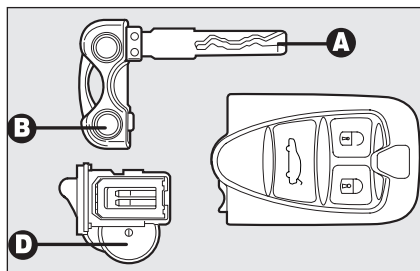

fig. 8
Pour remplacer la pile **fig. 8** procéder comme suit:
- ☐ défilier la pile **D-fig. 8** du petit tiroir en mémorisant la position des polarités (dans la position représentée, le pôle positif doit être tourné vers le bas);